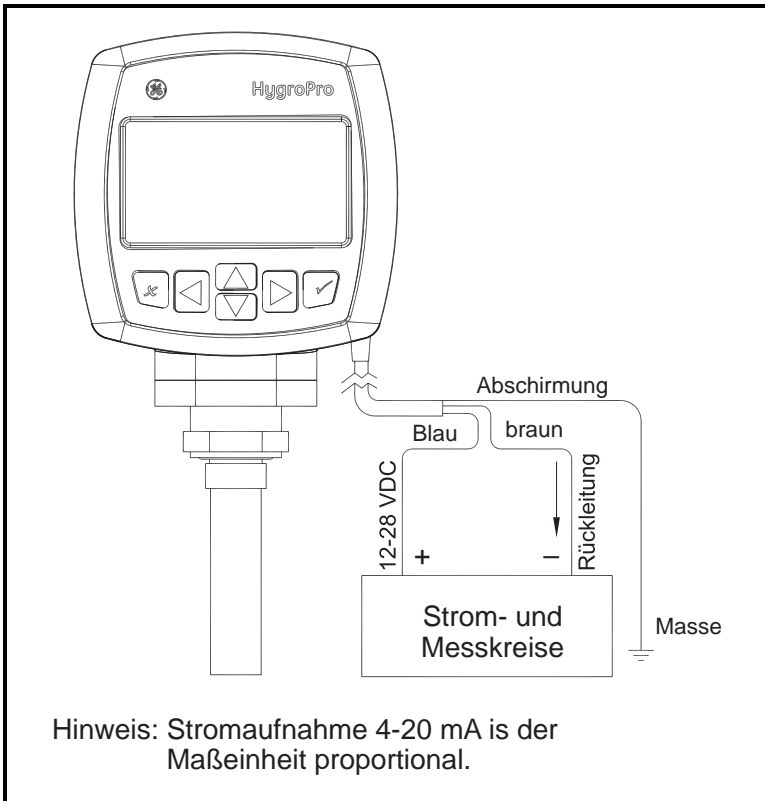

Abbildung 3: Standard-Verdrahtungsanschlüsse
- Die Zuleitungsdrähte am anderen Ende des Messwandlertkabels wie in Abbildung 3 auf Seite 8 gezeigt anschließen, um den Messwandler an die Stromversorgung und das Datenerfassungssystem (DAS) anzuschließen. Eine Beschreibung der Zuleitungsdrähte im vom Werk gelieferten Kabel ist Tabelle 1 zu entnehmen.